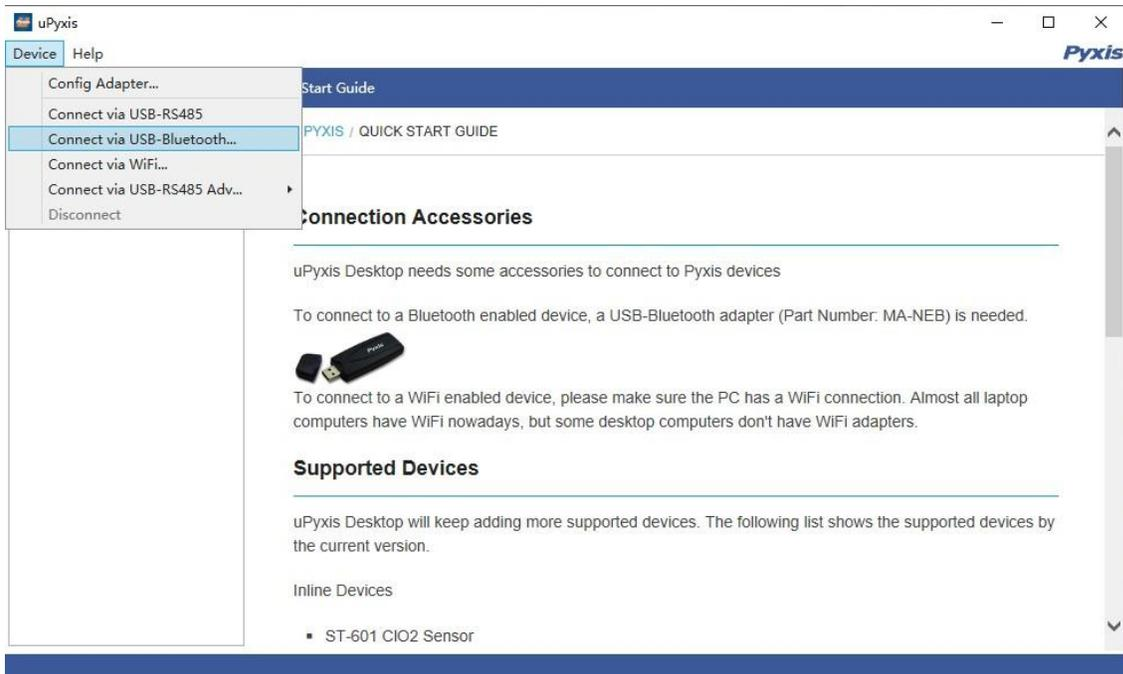

图 25.
3. 在 uPyxis® 桌面客户端中,点击 **Connect via USB-Bluetooth** (图 25)。